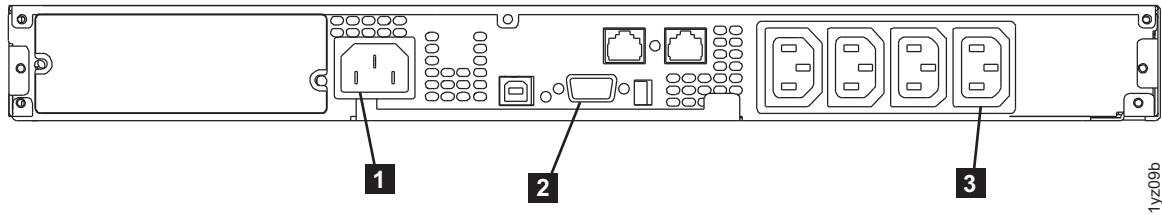

図 230. 2145 UPS-1U (背面図)
9. 2145 UPS-1U の背面で、SAN ボリューム・コントローラー の電源ケーブルをロード・セグメント 2 コンセント (289 ページの図 230 の **3**) に接続します。該当する場合、電源ケーブル保持ブラケット (図 229 に示す) を取り付けます。
10. SAN ボリューム・コントローラー の信号ケーブルを通信ポート (289 ページの図 230 の **2**) に再接続します。
11. 2145 UPS-1U の主電源ケーブルを (電力配分装置または 冗長 AC 電源スイッチ のいずれかからの) 入力コネクタ (289 ページの図 230 の **1**) に再接続します。
これで、2145 UPS-1U は待機モードになり、SAN ボリューム・コントローラー がオフラインになるはずですが、図 230 に示されているすべてのインディケーターがオフになります。